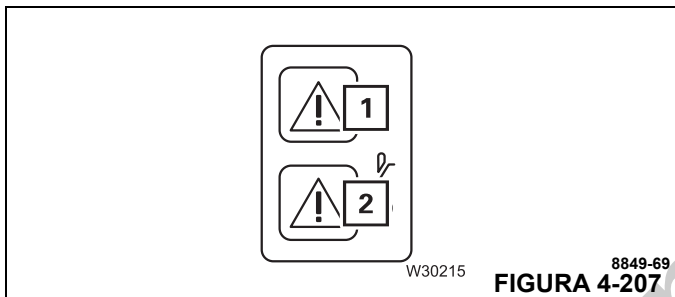

FIGURA 4-207
Os movimentos do guindaste são reativados ao voltar para um estado operacional normal abaixo da capacidade de carga máxima permitida — as lâmpadas (1, Figura 4-207) e (2) se apagarão.